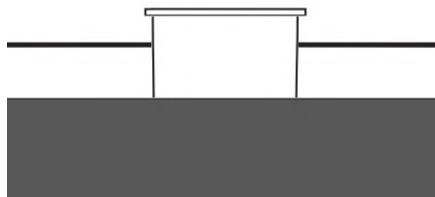

Abbildung 10
Befüllen Sie den Tank nicht randvoll. Füllen Sie Benzin maximal bis zum Siebboden des Tankssiebs ein. Lassen Sie immer ca. 1/3 des Kraftstofftanks ungefüllt. (Abb.10)
2. Drehen Sie den Motorschalter in „ON“ Position. (Abb. 10)